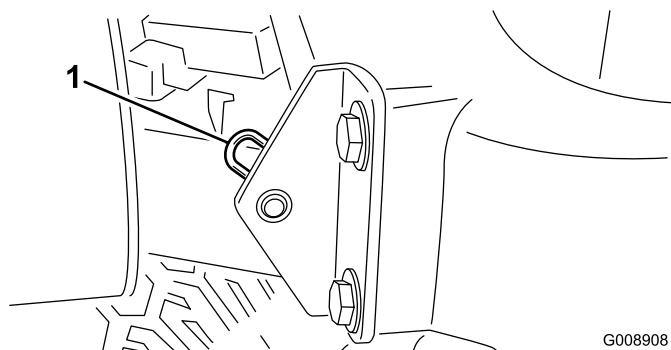

Figura 39
2. Tire o perno de gancho que fixa a articulação do capot aos suportes de montagem (Figura 39).